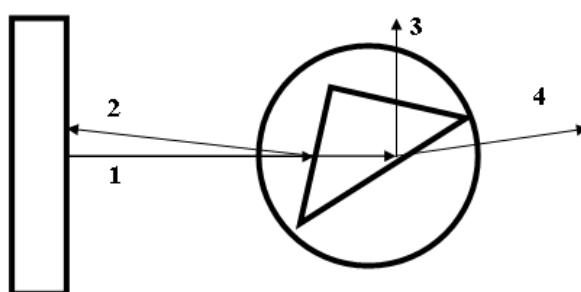

Рисунок 10 – Схема прохождения лучей через призму
3.7 Определите значение угла Брюстера. Для параллельной поляризации, как указано в теоретическом разделе данного описания, наблюдается эффект полного прохождения через границу раздела при падении волны под углом Брюстера $Q_{Бр}$. В эксперименте должно наблюдаться отсутствие отраженной от основания волны 3 (рисунок 10). Для определения угла Брюстера выполните следующие операции: